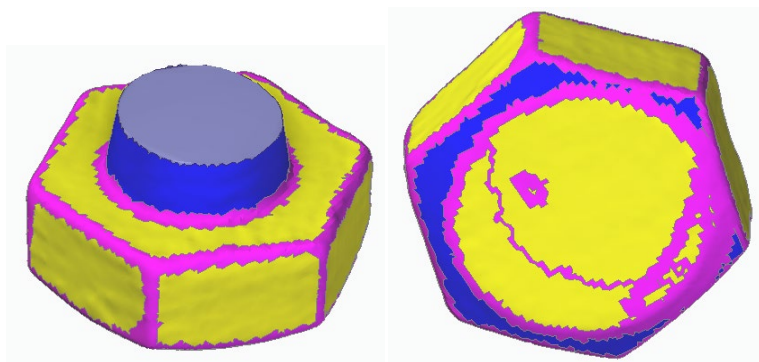

Рис. 2.5. Создание областей в сетке
1. Создадим (автоматически либо вручную) области в сетке для последующего выделения в качестве поверхностей, см. рис. 2.5.